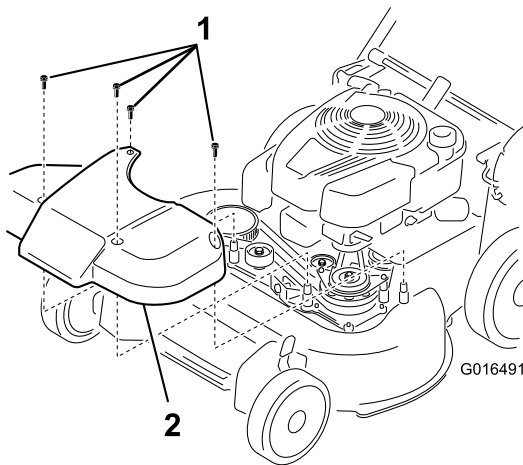

Figura 39
1. Remoção da cobertura do sistema de transmissão da lâmina (Figura 39).